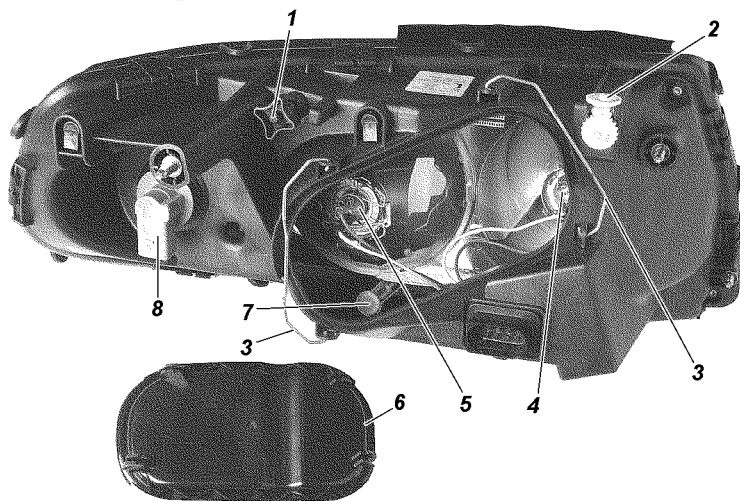

Рис. 9.41. Фара:
3. Включите ближний свет фар и, поочередно закрывая каждую фару, вращением регулировочного винта 1 (рис. 9.41) и регулировочной шестерни 2 добейтесь, чтобы светотеневая граница слева от точек Е и Е' совпадала с линией 1, а справа - с линиями 2 и 2' для левой и правой фар соответственно. Точки перелома светотеневой границы должны совпадать с точками Е и Е'.
Замена ламп фар. Для замены лампы указателей поворота снимите колодку с патрона 8 (см. рис. 9.41), поверните патрон по часовой стрелке (для правой фары) или против часовой стрелки (для левой фары) и выньте патрон в сборе с лампой.